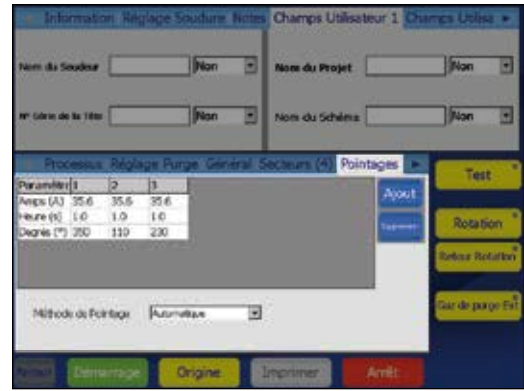

Fig. 30—Onglet Pointages
<p>Pointages (X) (Fig. 30)</p>	<p>L'unité d'alimentation M200 prend en charge les procédures de soudure avec pointages, c'est-à-dire des points de soudure qui ne pénètrent pas, utilisés pour maintenir les pièces en place. Le chiffre entre parenthèses indique le nombre de pointages spécifiés pour la procédure de soudure.</p> <p>Pour définir la méthode de pointage, choisissez parmi les options disponibles dans le menu déroulant du champ utilisateur :</p> <p>Automatique Lorsque l'utilisateur appuie sur la touche Démarrage de l'onglet Processus, la procédure de soudure sélectionnée est réalisée dans son intégralité.</p> <p>Pointage seulement Seuls les points sont réalisés pour la procédure de soudure sélectionnée. Lorsque l'utilisateur revient à l'onglet Processus, une touche Démarrer pointage apparaît dans le graphique Tête à souder installée. Appuyez sur cette touche pour effectuer les points. La touche Démarrage se change en Démarrage secteurs. Appuyez sur cette touche pour lancer le reste de la procédure de soudure.</p> <p>Pour ajouter des pointages, appuyez en haut d'une colonne pour la sélectionner, puis appuyez sur la touche Ajout à droite de la fenêtre. Une nouvelle colonne contenant une copie des données de la colonne sélectionnée est ajoutée après cette dernière. Répétez l'opération pour ajouter des pointages supplémentaires.</p> <p>Pour supprimer des pointages, appuyez sur le haut de la colonne ou des colonnes pour les sélectionner, puis appuyez sur la touche Suppression à droite de la fenêtre.</p> <p>Utilisez le clavier à l'écran pour saisir ou modifier un paramètre.</p> <p>Consultez la page 65 pour plus d'informations sur les procédures de soudure avec pointages.</p>